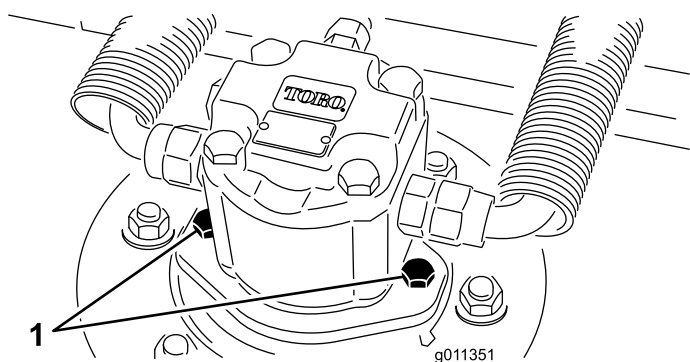

Figure 85
2. Débranchez et déposez le moteur hydraulique de l'unité de coupe (Figure 85). Couvrez le dessus de l'axe pour éviter toute contamination.
3. Montez le moteur hydraulique sur l'unité de coupe (Figure 85). Vérifiez que le joint torique est en place et en bon état.